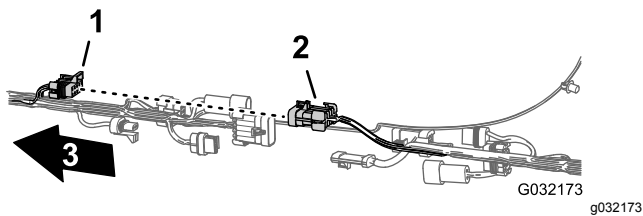
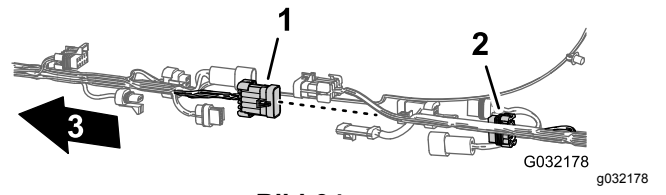

Bild 29
Bild 34
2. Trennen Sie die sechs Steckerpaare zwischen dem vorderen und hinteren Kabelbaum ab, wie in den Bildern Bild 29 bis Bild 34 abgebildet.